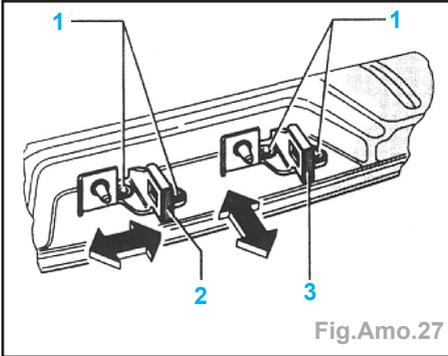

Fig.Amo.27
- Après avoir desserré les vis de fixation (1), il est possible de déplacer les gâches (2 et 3 flèches) (Fig.Amo.27).
- Désolidariser la gâche G (2).
- Pousser le vantail de l'extérieur contre le véhicule et bloquer la vis de fixation (3).
- Ouvrir le vantail et bloquer la seconde vis (3) de fixation.
- Désolidariser la gâche D (3) (Fig.Amo.27).